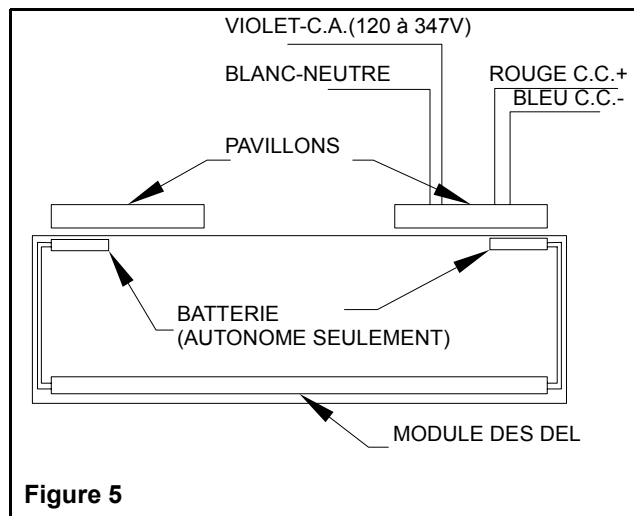

Figure 5
6. Effectuer les connections nécessaires, notre modèle universel standard peut recevoir un courant de 120 à 347 VCA (voir fig. 5).
Se rapporter au câblage CA et CC de la figure 5.